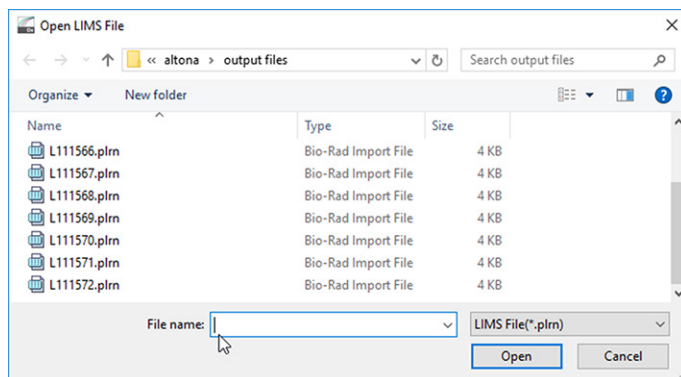

Figura 25: Cuadro de diálogo Open LIMS File (abrir archivo LIMS)
4. En el cuadro de diálogo **Open LIMS File** (abrir archivo LIMS) que se abre, asegúrese de que el cursor está parpadeando en el campo **File name** (nombre de archivo) en la parte inferior (consulte la Figura 25). Si no es así, haga clic en el campo **File name** (nombre de archivo).